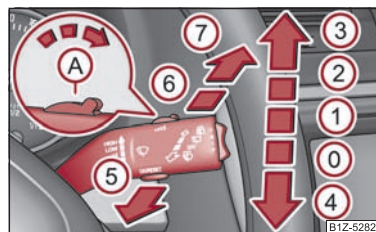

Fig. 43 Leva tergicristallo
Le posizioni della leva tergicristallo ⇒ fig. 43 sono:
- Se è attiva la tergiture lenta ② o veloce ③ ⇒ pag. 46, fig. 43 e la velocità di marcia scende sotto i 4 km/h, viene attivato automaticamente lo stadio di tergiture inferiore. Con velocità superiori ai 8 km/h viene ripristinata la tergiture precedente.
- Entro i successivi 20 secondi premere la leva tergicristallo in posizione ④ ⇒ pag. 46, fig. 43: i bracci si portano in posizione Service.